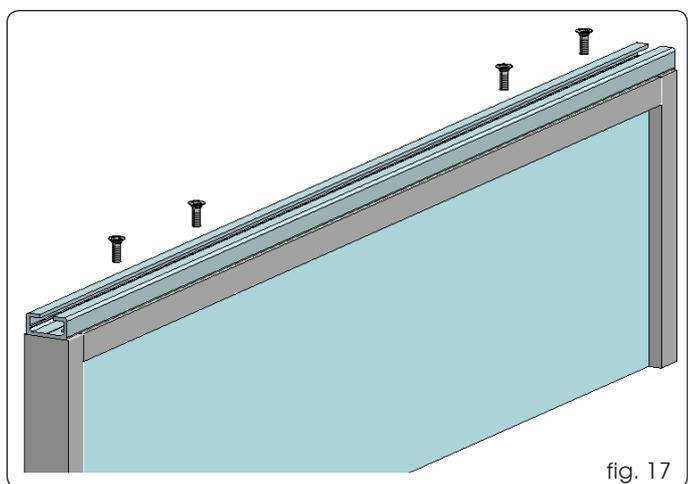

fig. 17
1. Fixer au vantail le profil de la patte d'attache du vantail coupé de la même longueur et le fixer avec des vis adéquates sur la partie supérieure (fig. 17).